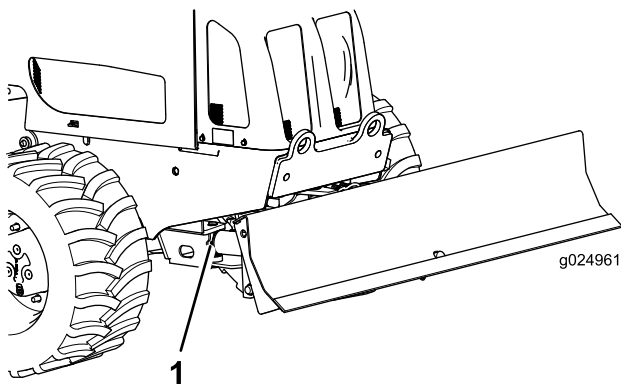

Figure 63
2. Raccordez la pompe à graisse aux graisseurs du vérin d'angle de la lame et injectez 3 jets de graisse dans chaque graisseur (Figure 63).